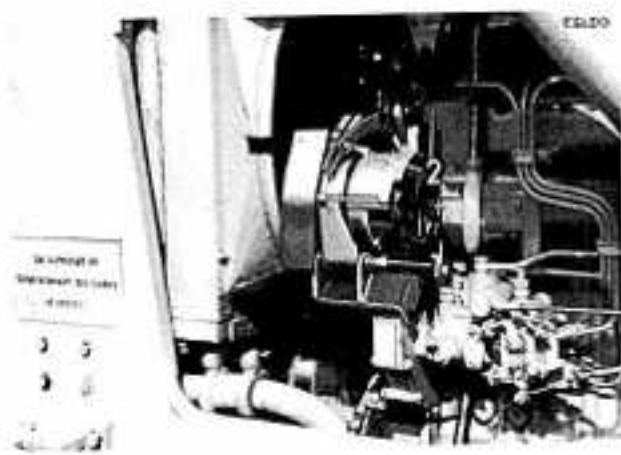

Bild 220
Lichtmaschinenkabel abklemmen. Schrauben (1 und 2) Bild 220 lösen, Lichtmaschine zum Motor schwenken und Keilriemen abheben. Lichtmaschine ausbauen und äußerlich reinigen. Keilriemenscheibe, Lüfterrad und Keil abnehmen. Die Lichtmaschine wird durch drei Schrauben (28) Bild 218 zusammengehalten.